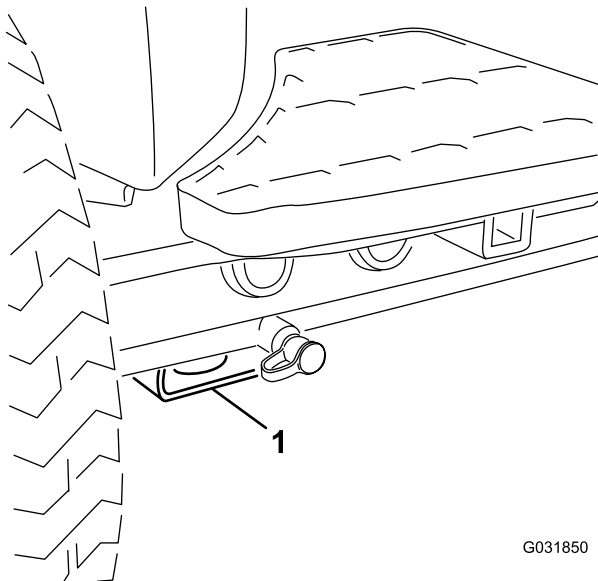

Figura 63
- **Dianteira da máquina** – pastilha retangular, por baixo do tubo do eixo, dentro de cada pneu dianteiro (Figura 63).